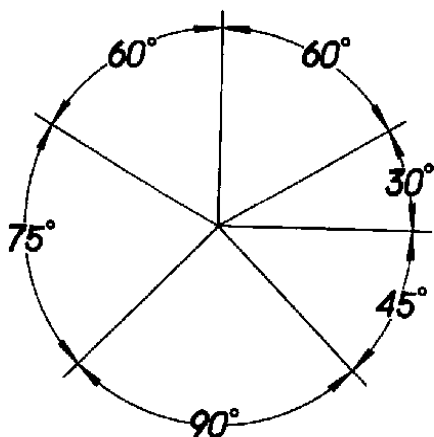
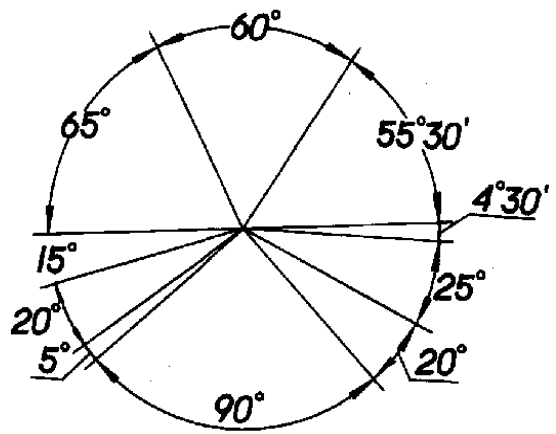

图 6
图 7
2.1.3 角度的数字一律写成水平方向，一般注写在尺寸线的中断处（图6）。必要时也可按图7的形式标注。